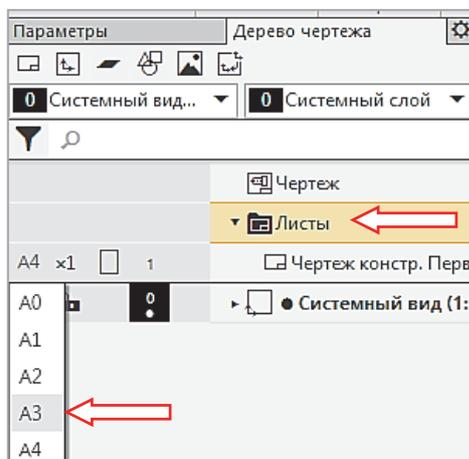
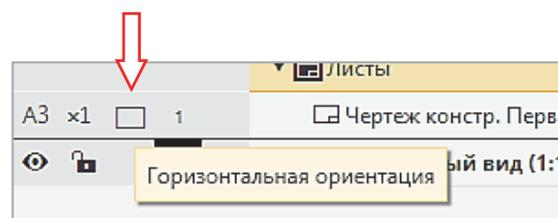

Рис. 5.21
Рис. 5.22
2. Изменить формат чертежа с A4 на A3. Для этого в **Дереве чертежа** (рис. 5.21) выделить курсором строку **Листы** и заменить формат A4 на формат A3. Не забудьте изменить ориентацию листа – нажать кнопку **Горизонтальная ориентация** (рис. 5.22).